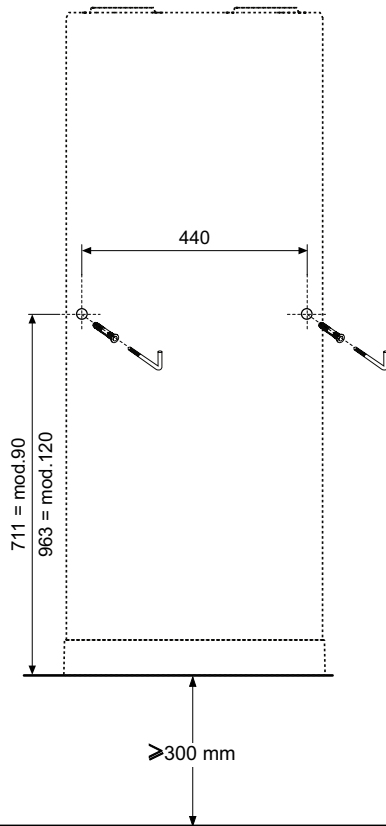

fig. 44 - Indicação de furação
- Perfure de acordo com as instruções de fig. 44.